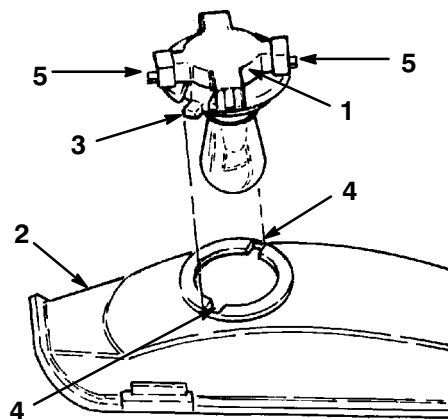

Figure 34
- Dévissez l'embase d'un quart de tour vers la gauche et déposez-la du réflecteur (Fig. 34).
2. L'embase de l'ampoule présente deux languettes (Fig. 34). Alignez ces languettes face aux rainures du réflecteur, insérez l'embase dans le réflecteur et vissez-la à fond d'un quart de tour vers la droite.